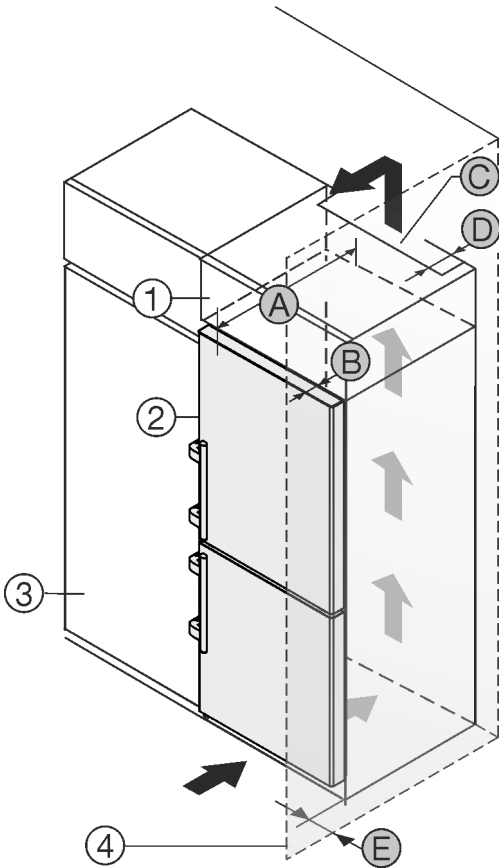

Fig. 2
- (1) 附加柜 *
- (2) 冰箱 *
- (3) 餐具柜 *
- (4) 墙壁 *
- (5) 冰箱深度 *
- (6) 门深度 *
- (7) 通风横截面 *
- (8) 冰箱背面间距 *
- (9) 到冰箱侧面的间距 *
您可以将冰箱直接放置在餐具柜 Fig. 2 (3) 旁边。*
在附加柜背面必须有一个竖风道，其深度 Fig. 2 (8) 应超过整个附加柜宽度。*
盖板下必须保有通风横截面 Fig. 2 (7)。*
如果将带铰链的冰箱放置在墙壁 Fig. 2 (4) 边，冰箱和墙壁必须至少相距 57 mm。这取决于冰箱门打开时把手与墙壁的距离。*
为了能完全打开门，冰箱必须凸出橱柜正面一定门深度 Fig. 2 (6)。根据餐具柜 Fig. 2 (3) 的深度，使用壁距调整垫片可以使冰箱更为凸出。*